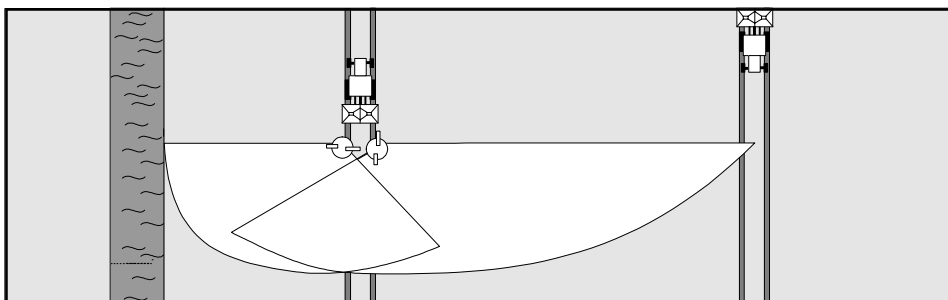

Fig. 7.13
Para abonar en el **límite de la parcela** (según el proyecto de normativa de abonado)(fig. 7.13) o en el **borde de la parcela** (junto a otra parcela propia de abonado similar)(fig. 7.14), cambiar el disco distribuidor **izquierdo «Omnia-Set»**, visto en el sentido de la marcha (caso normal de abonado en el borde izquierdo), por el correspondiente disco de bordear «Tele-Set». Para abonar el borde derecho se suministra un disco de bordear especial.
7.4.1.1 Distribución en el límite de la parcela según el proyecto de normativa de abonado (fig. 7.13)
7.4.2 Regulación del disco de bordear para diferentes distancias entre las rodadas (fig. 7.13)